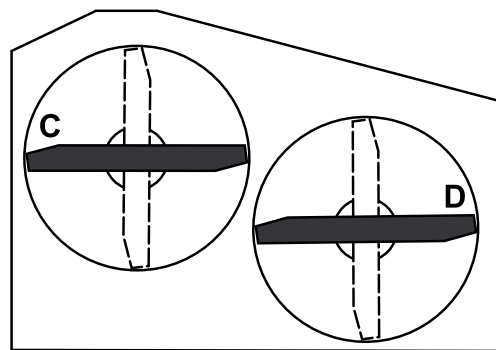

Bild 60
- Stellen Sie die Schnittmesser seitlich. Messen Sie von einer ebenen Fläche bis zu den Stellen **C** und **D** an den Schnittkanten der Messerspitzen (Bild 60).